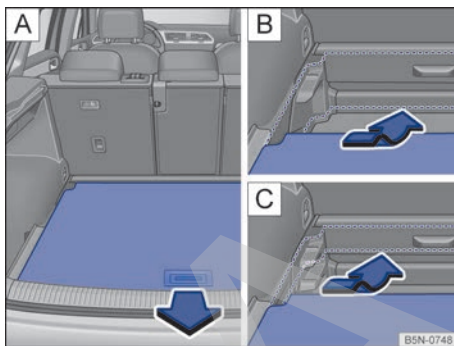

Fig. 206 En el maletero: ajustar el piso variable del maletero en altura.
- Levante el piso del maletero y tire de él hacia atrás para sacarlo de las guías laterales del maletero → fig. 206.
- Coloque el piso en las guías de la altura deseada y desplácelo hacia delante hasta el tope → fig. 206.